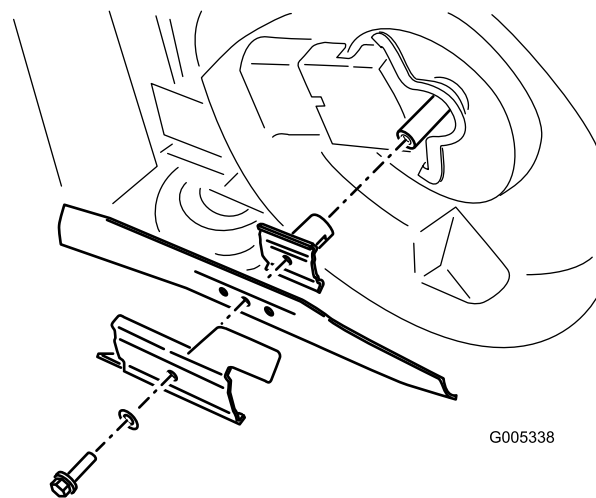

Figura 28
4. Coloque el cortacésped de lado con el filtro de aire hacia arriba (Figura 28).
Sujete el extremo de la cuchilla usando un paño o un guante grueso. Retire el perno de la cuchilla, el acelerador y la cuchilla (Figura 28).